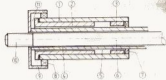

Bild 190
- 3 Diese Lagerbuchse wird zusätzlich eingebaut, Teil 3 in Bild 190, Abstand 4 mm vom Nabenende einhalten